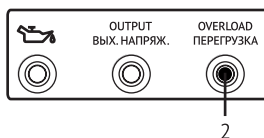

Рис. 11
- Лампа индикатора перегрузки 2 (рис. 11) загорается, если общая мощность превышает спектр применения.